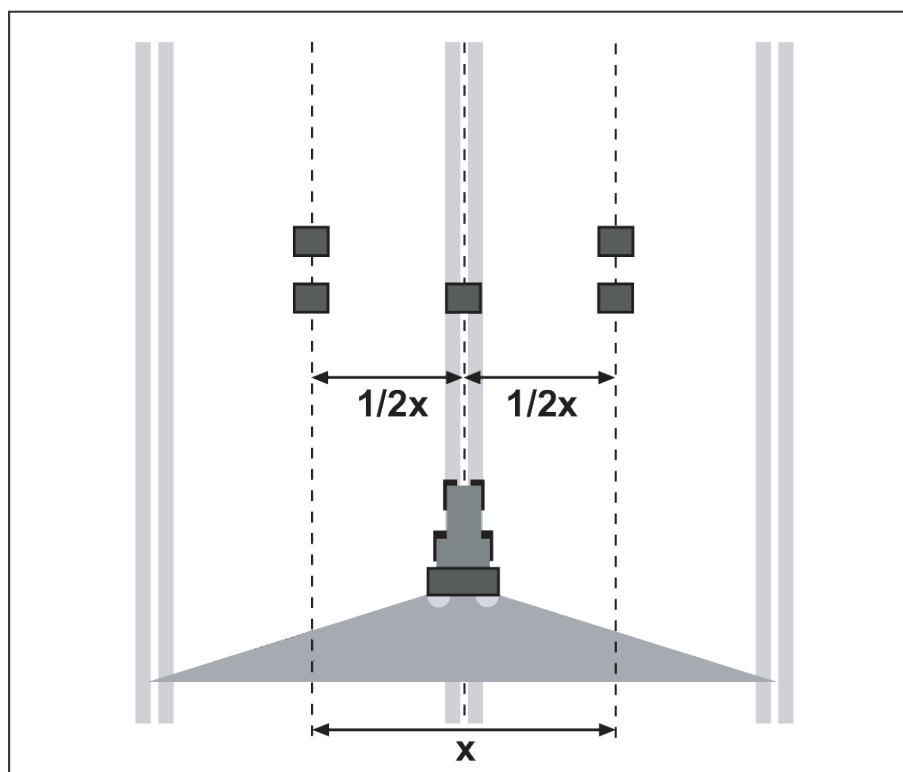

Fig. 53: Oppstilling for én passering
- ▶ Still opp 2 fangskåler med en avstand på **1 m** bak hverandre i overlappingsområdene (mellom kjørebanelene) og en fangskål i kjørebanelen (tilsvarende Fig. 53).